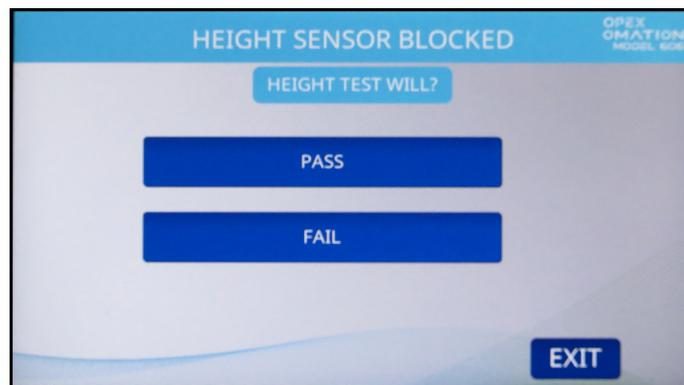

Abbildung 6-22: Bildschirm „Höhensensor“
6. Wählen Sie beim Sortieren nach Höhe die Sortierentscheidung, wenn der Höhensensor blockiert ist (Abbildung 6-22):
- **PASS (OK)** kennzeichnet das Poststück als Primärpost.